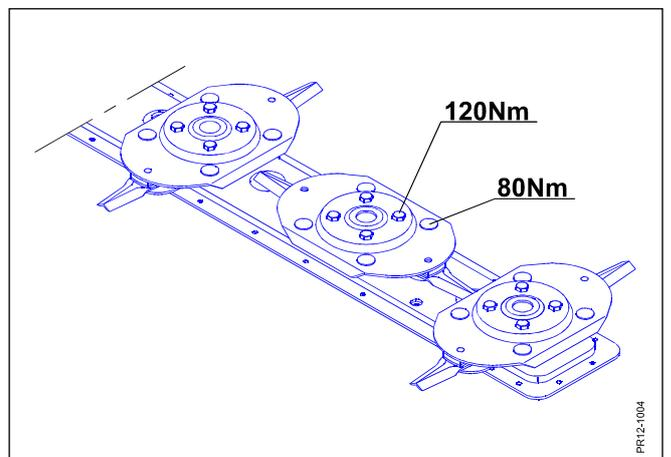

Fig. 5-14
**Fig. 5-14** Vergewissern Sie sich, daß die 4 Bolzen, die für Befestigung von der Scheibe auf der Nabe des Messerbalkens, mit **120 Nm** (12 Kpm) vorgespannt sind, und das die Schrauben, die den Messerhalter befestigen, mit **80 Nm** (8 Kpm) vorgespannt sind.